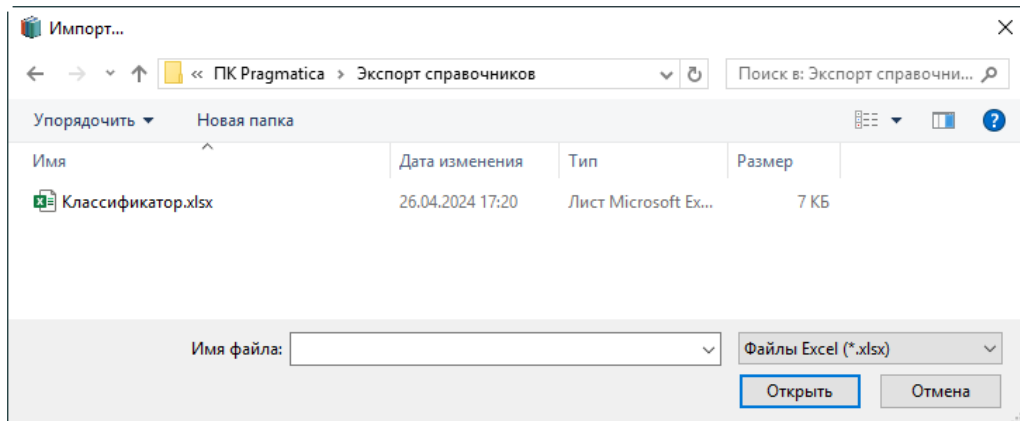

Рисунок 12 – Стандартное окно «Импорт...»
4) В стандартном окне «Импорт...» выбрать файл для загрузки и нажать кнопку «Открыть» (рисунок 12).